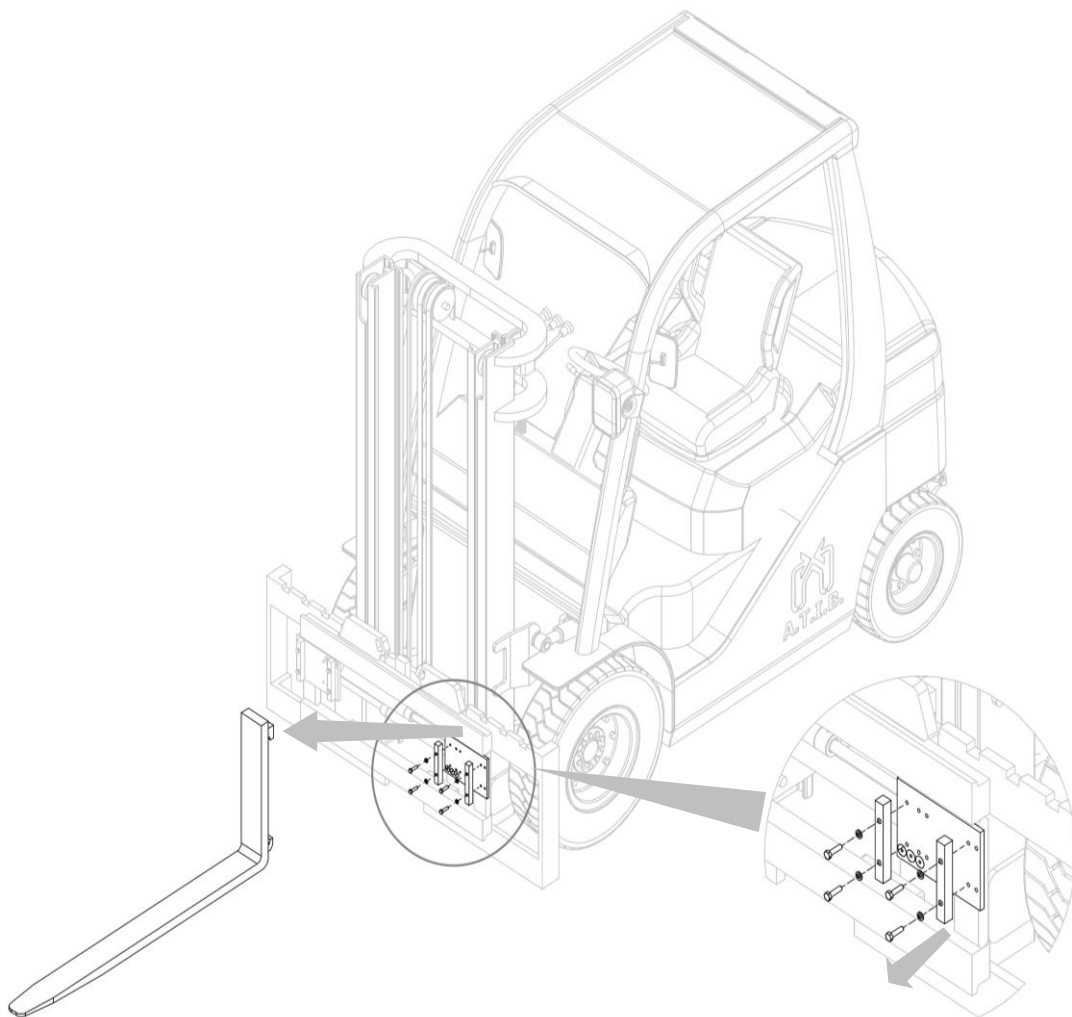

Figura 26
2. Una a la vez, retire las horquillas después de quitar los topes de las placas (mira *Figura 26*).